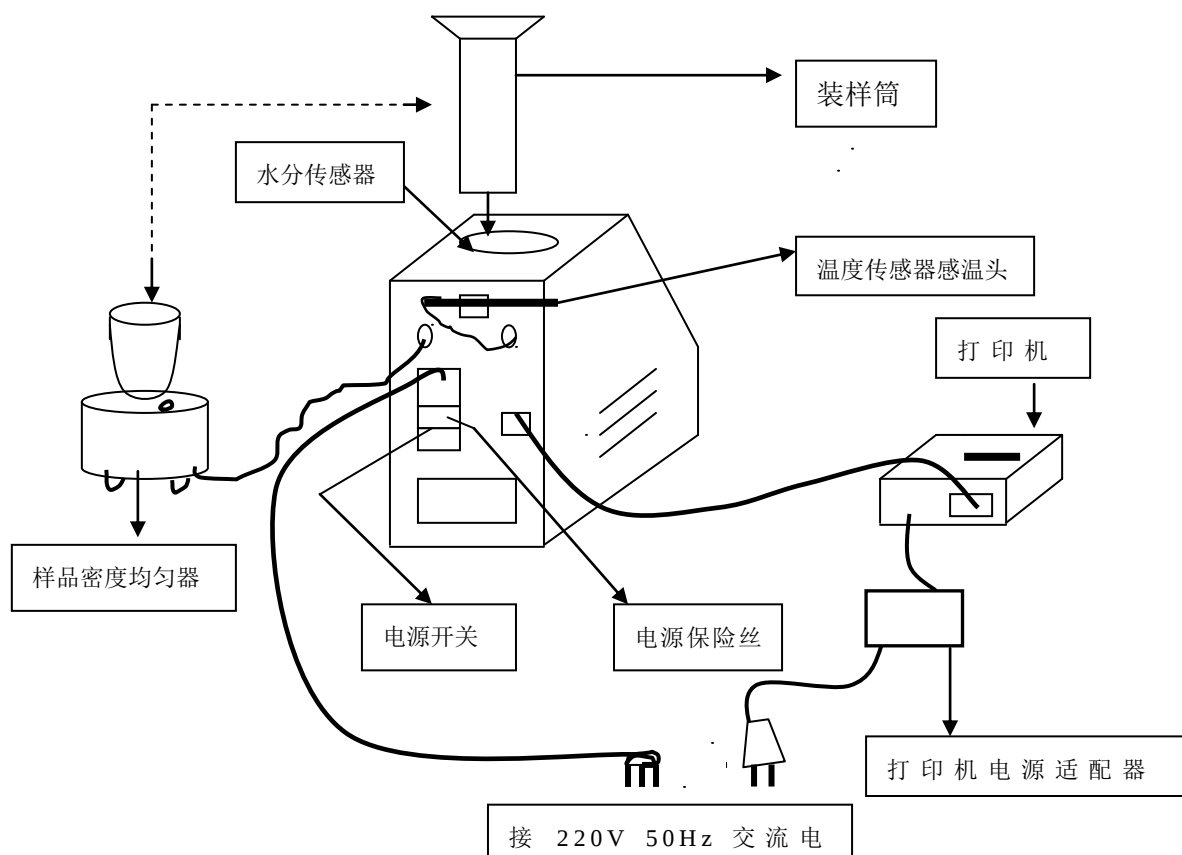

图 1
1. 联接 (见图 1)
- ①将本仪器安放在平稳的工作台上。
- ②用随机配带的电源线将本仪器与 220V, 50Hz 交流电源相连接, 并确认插头已插牢。为了确保安全, 我们请您使用带有可靠地线的电源插座。
- ③将笔形温度传感器的插头插入本仪器背后的“温度传感器输入”圆型插座中。笔形温度传感器横插在本仪器背后“温度传感器支架”, 并使传感器感温头(无引线的一端)突出机壳 2cm 以上。
- ④将“样品密度均匀器”的插头插入仪器背后的“密度均匀器接口”插座中。
- ⑤需要将检测的数据传送给电脑进行数据管理与存储的用户, 请用数据通讯线将仪器与电脑进行连接, 具体方法是: 数据线的一端(可随意选)插入本仪器背后面的“通讯口”(9 针串口插座), 另一端插入电脑的串口 1 即 COM1 (也是 9 针串口插座)。
- ⑥需要联接微型打印机时, 请用数据通讯线联接本仪器与打印机, 具体方法是: 通讯线的 25 针插座端与打印机相联接, 另一端与本仪器背后面的“通讯口”(9 针专用插座)相联接, 并将打印机与其电源适配器连接, 开启打印机电源开关, 此时打印机黄、绿指示灯亮, 进入等待状态。